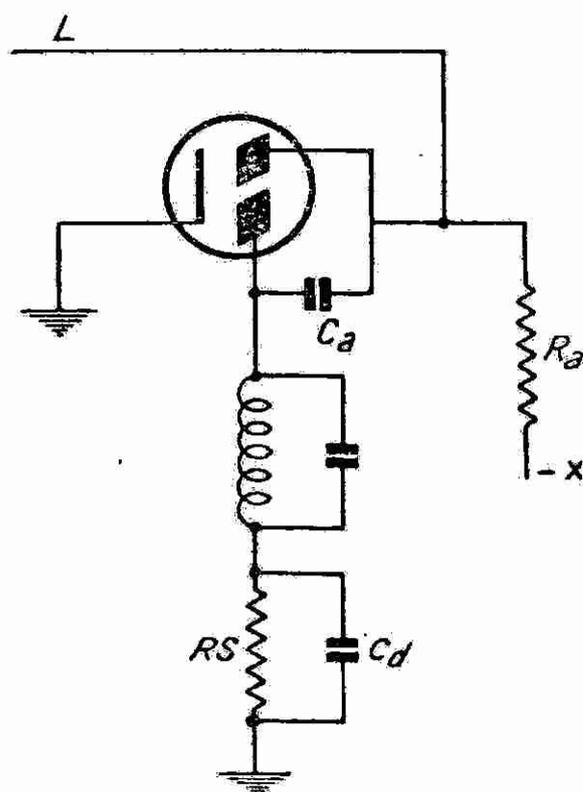

FIG. 18.
Dans le cas d'un régulateur différé, on utilise une seconde anode du diode, couplée à la première par le condensateur de liaison Ca (fig. 18). La résistance de charge du diode Ra n'est point connectée à la cathode mais à un point qui présente, par rapport à celle-ci, une tension négative X. La valeur de cette tension détermine l'importance du retard de la régulation.
**b) REGULATION DIFFEREE (fig. 18)**